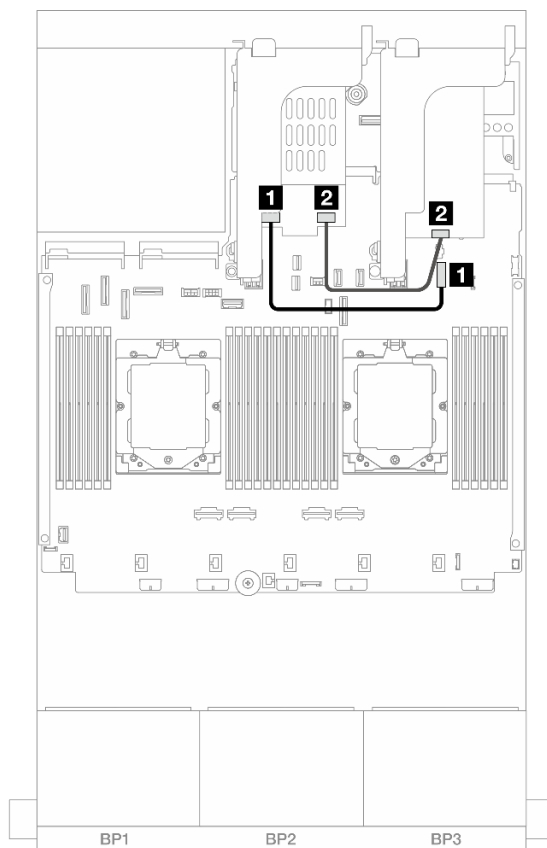

Рис. 326. Прокладка кабелей для RAID
- Рис. 326 «Прокладка кабелей для RAID» на странице 395